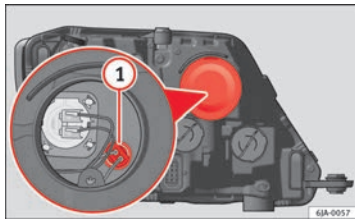

Abb. 147 Glühlampe für Standlicht auswechseln
- Nehmen Sie die Schutzkappe ⇒ Abb. 147 ab.
- Ziehen Sie die Fassung ⇒ Abb. 147 ① nach außen ab.